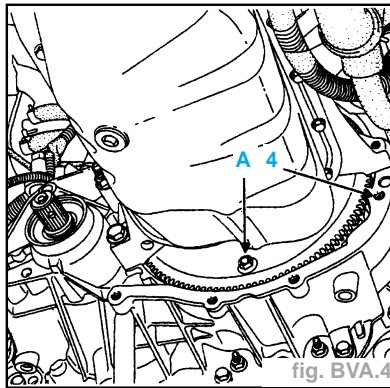

fig. BVA.4
- Mettre le secteur d'immobilisation **Mot. 582** en (4) et déposer les vis (A) de la tôle d'entraînement sur le convertisseur (fig. BVA. 4).